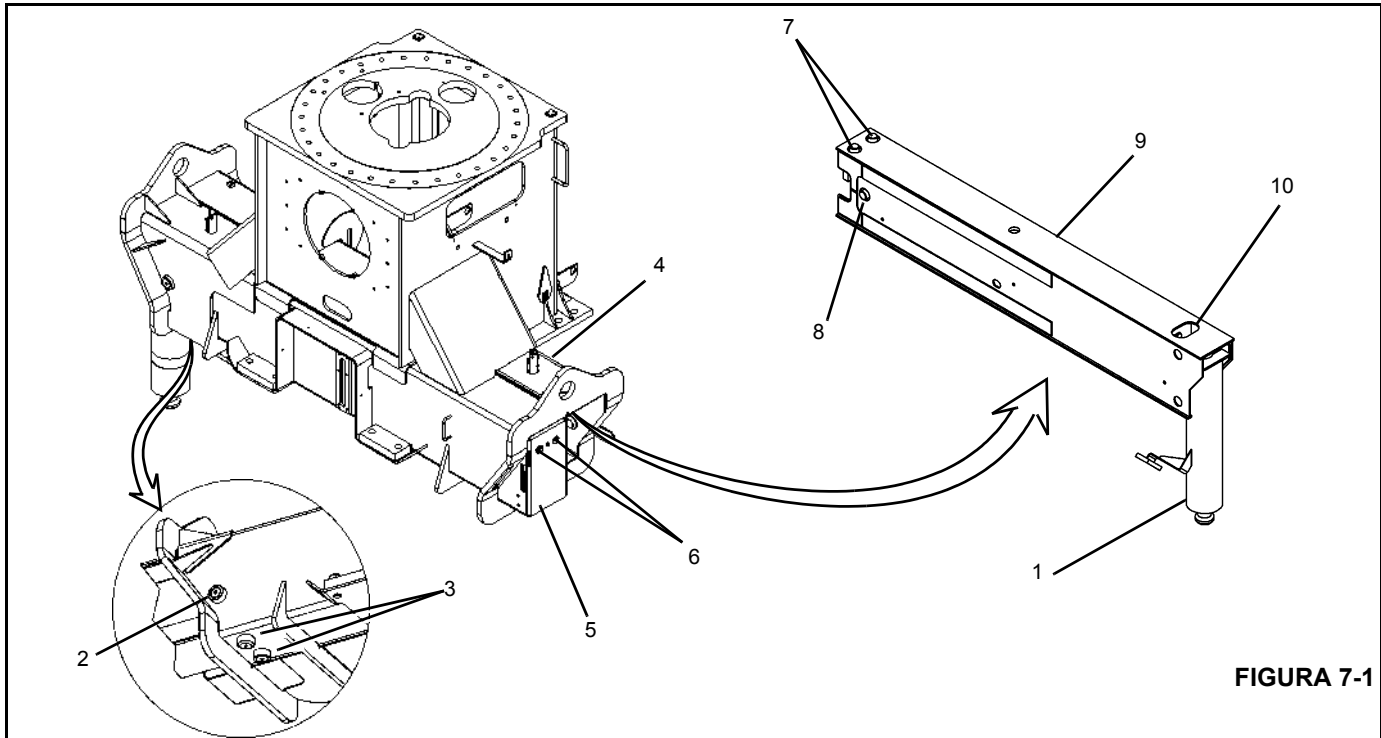

FIGURA 7-1
El conjunto del estabilizador delantero (Figura 7-1) se compone de lo siguiente:
7. Retire los tornillos de fijación de la almohadilla de desgaste de la parte superior de la viga de estabilizador y desenrosque las almohadillas superiores (7) (Figura 7-1).
3. Enrosque las almohadillas de desgaste inferiores en la caja de estabilizador (Figura 7-1) y desenrósquelas aproximadamente 1/2 vuelta para mantener una separación de 3.3 mm (0.13 pulg).